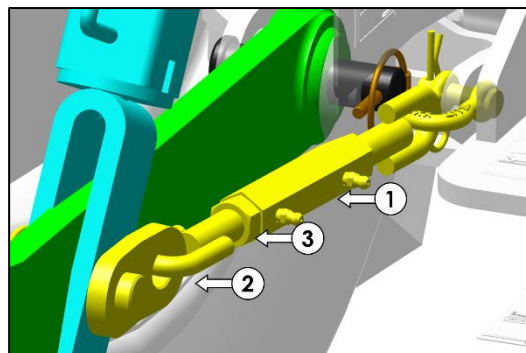

Abb. 123 – STABILISATOREN DER UNTERLENKER
1. Nach dem Anbau müssen die Stabilisatoren der Unterlenker nicht vom Traktor entfernt werden. Um eine einfache und effiziente Bedienung zu gewährleisten, sollten jedoch die folgenden Punkte beachtet werden (Abb. 123).